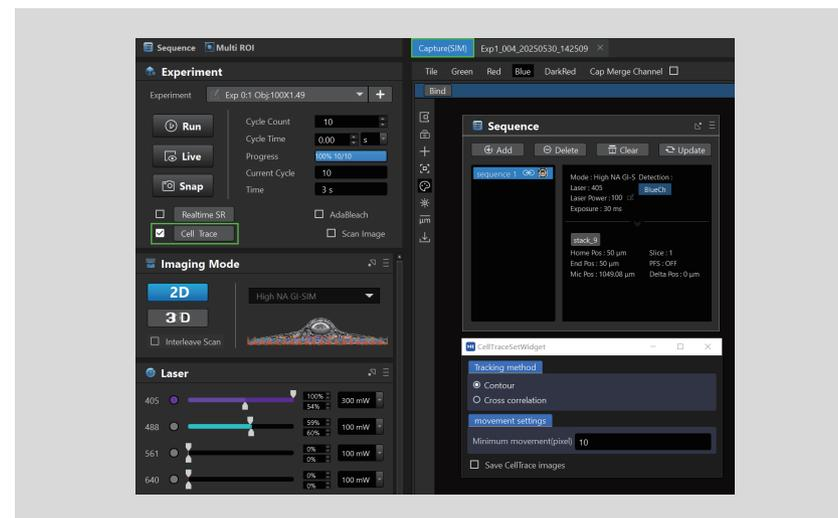

图4.9-1
① 细胞追踪功能需要勾选Cell Trace才能使用(如图4.9-1所示), 简易模式、sequence模式和Multi ROI模式下均适用, 默认选择第一个sequence进行追踪标记, 可以在sequence列表中右键Cell Trace修改为其他sequence, 每一个ROI下有且只有一个sequence作为追踪标记, 用户按实际情况选择合适的激光和模式作为追踪标记。